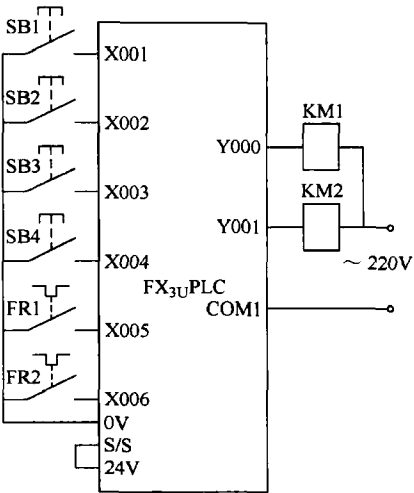

图 2-48 两台电动机的起停控制接线图
(1) 控制要求 用 PLC 基本逻辑编程指令，编写两台电动机控制程序。按起动按钮 SB1 时电动机 M1 起动；按下停止按钮 SB2 时电动机 M1 停止；按起动按钮 SB3，电动机 M2 起动；按停止按钮 SB4 时电动机 M2 停止；M1、M2 不能同时运行(停止后才可以起动另一台电动机)。
(2) I/O 分配和 I/O 接线图 X001：电动机 M1 起动按钮；X002：电动机 M1 停止按钮；X003：电动机 M2 起动按钮；X004：电动机 M2 停止按钮；X005：电动机 M1 热继电器；X006：电动机 M2 热继电器；Y000：电动机 M1 接触器 KM1；Y001：电动机 M2 接触器 KM2。接线图如图 2-48 所示。